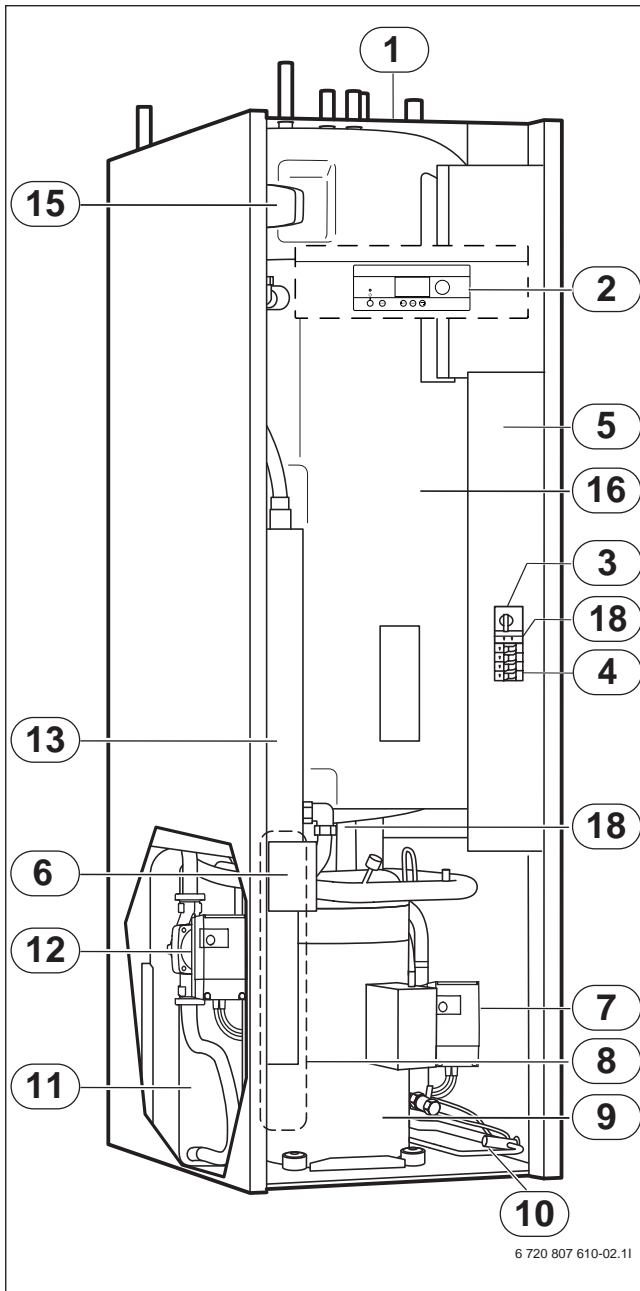

Bild 7 Aufbau Wärmepumpe Logatherm
- Die Solekreispumpe (→ Bild 7 und Bild 8, Pos. 7, Seite 13) pumpt die Sole in den Verdampfer der Wärmepumpe (Pos. 8). Hier gibt die Sole Wärme an den Kältemittelkreis ab und fließt zurück zur Wärmequelle.